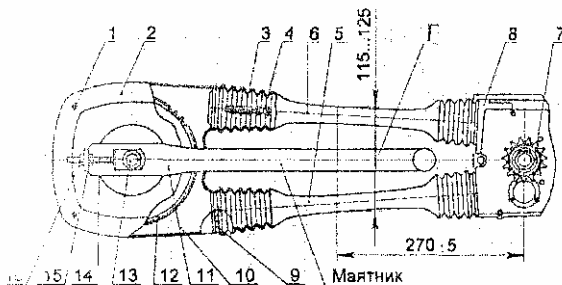

Рис. 19. Главная передача
4) отпустите контргайки тяги и при помощи гаек тяг установите натяжение цепи так, чтобы на расстоянии 270 ± 5 мм от оси ведущей звездочки при сжатии ветвей цепи в вертикальной плоскости расстояние между наружными краями чехлов (размер Г, рис.19) было равно 115...130мм.;